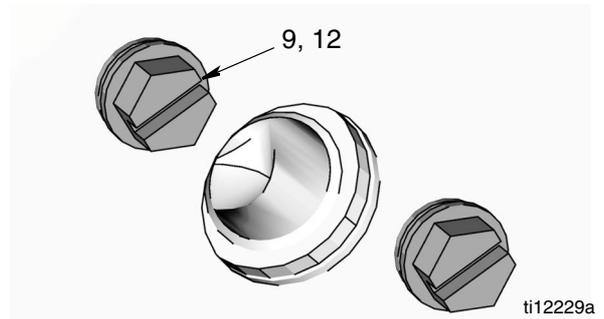

FIG. 27
- Retire sólo el tornillo superior (12) y la arandela (9) (FIG. 27).